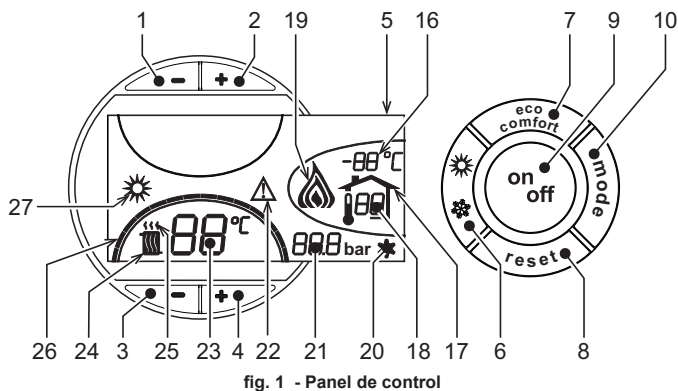
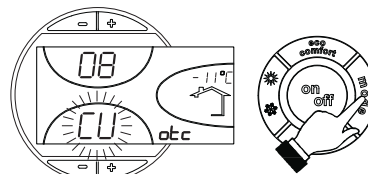
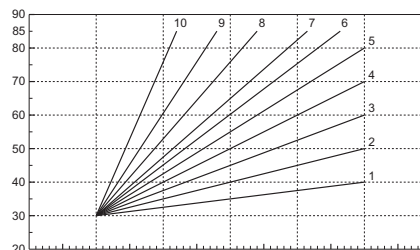
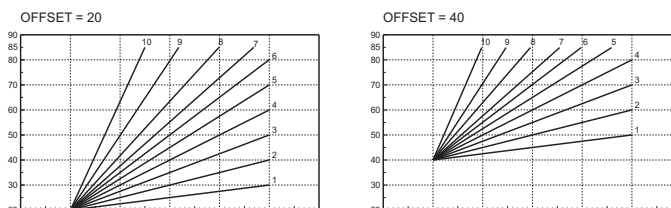

fig. 1 - Panel de control
fig. 9 - Curva de compensación
fig. 11 - Curvas de compensación
fig. 12 - Ejemplo de desplazamiento paralelo de las curvas de compensación
Pulsar la tecla **on/off** (9 - fig. 1) durante 1 segundo.
Para volver a activar la caldera, pulsar nuevamente la tecla **on/off** (9 - fig. 1) durante 1 segundo.
- Pulsar la tecla ON/OFF (9 - fig. 1).
Pulsar la tecla verano/invierno (6 - fig. 1) 1 segundo.
En la pantalla se visualiza el símbolo Verano (27 - fig. 1): la caldera sólo suministra agua sanitaria. El sistema antihielo permanece operativo.
Para desactivar la modalidad Verano, pulsar nuevamente la tecla verano/invierno (6 - fig. 1) 1 segundo.
Mediante las teclas (3 y 4 - fig. 1) se puede regular la temperatura de la calefacción desde un mínimo de 30 °C hasta un máximo de 80 °C.
Mediante las teclas (1 y 2 - fig. 1) se puede regular la temperatura del agua sanitaria desde un mínimo de 10 °C hasta un máximo de 65 °C.
Si está instalada la sonda externa (opcional), en la pantalla del panel de mandos (5 - fig. 1) aparece la temperatura instantánea medida por dicha sonda. El sistema de regulación de la caldera funciona con "Temperatura adaptable". En esta modalidad, la temperatura del circuito de calefacción se regula en función de las condiciones climáticas exteriores, con el fin de garantizar mayor confort y ahorro de energía durante todo el año. En particular, cuando aumenta la temperatura exterior disminuye la temperatura de ida a la calefacción, de acuerdo con una curva de compensación determinada.
Durante el funcionamiento con temperatura adaptable, la temperatura programada mediante las teclas de calefacción (3 y 4 - fig. 1) pasa a ser la temperatura máxima de ida a la instalación. Se aconseja definir el valor máximo para que la instalación pueda regular la temperatura en todo el campo útil de funcionamiento.
Si se pulsa una vez la tecla **mode** (10 - fig. 1), se visualiza la curva actual de compensación (fig. 9), que se puede modificar con las **teclas del agua sanitaria** (1 y 2 - fig. 1). Seleccionar la curva deseada entre 1 y 10 según la característica (fig. 11).
Si se pulsán las **teclas de la calefacción** (3 y 4 - fig. 1), se accede al desplazamiento paralelo de las curvas (fig. 12), modificable mediante las **teclas del agua sanitaria** (1 y 2 - fig. 1).
Al pulsar otra vez la tecla **mode** (10 - fig. 1) se sale de la modalidad de regulación de las curvas paralelas.
Si la caldera tiene conectado el reloj programador a distancia (opcional), los ajustes descritos anteriormente se gestionan según lo indicado en la tabla 1. Además, en la pantalla del panel de mandos (5 - fig. 1) aparece la temperatura ambiente actual medida por el reloj programador a distancia.
Selección Eco/Comfort	Si se desactiva el funcionamiento en sanitario desde el menú del reloj programador a distancia, la caldera selecciona la modalidad Economy. En esta condición, la tecla 7 - fig. 1 del panel de la caldera está inhabilitada. Si se vuelve a activar el funcionamiento en sanitario con el reloj programador a distancia, la caldera se dispone en modo Comfort. En esta condición, con la tecla 7 - fig. 1 del panel de la caldera es posible pasar de una modalidad a otra.